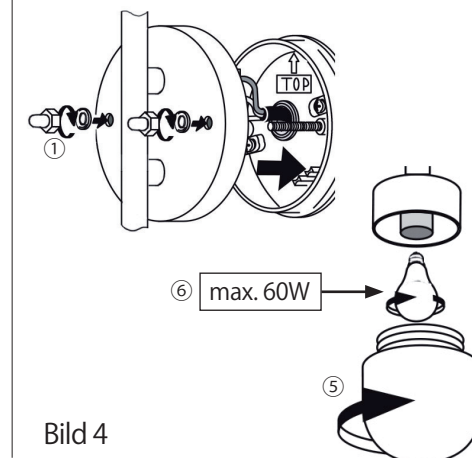

Bild 4
Bild 4: Darauf achten, dass die Grundplattendichtung ④ und die Kabeldichtung ③ richtig sitzen. Die Leuchte auf die Grundplatte setzen, Unterlegscheiben aufschieben und mit den beiden Hutmuttern ① festschrauben. Kuppel (Diffusor) ⑤ gegen Uhrzeigersinn abschrauben, Leuchtmittel (E27/max. 60W) ⑥ eindrehen, Kuppel wieder zudrehen.